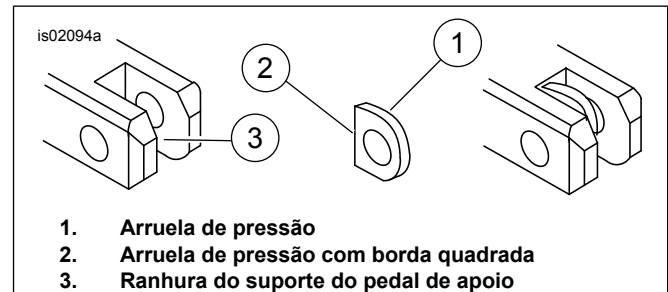

Figura 1. Instalação da arruela de pressão do pedal de apoio
Veja Figura 1. Ao executar o próximo passo, certifique-se de que a arruela de pressão esteja posicionada na parte interna do suporte do pedal de apoio com a borda quadrada (2) na direção da parte interna do suporte.
4. Instale os novos pedais da mesma forma como foram instalados os pedais antigos. Insira uma arruela de pressão (1) e a extremidade de montagem do pedal de apoio dentro das ranhuras (3) dos suportes dos pedais.